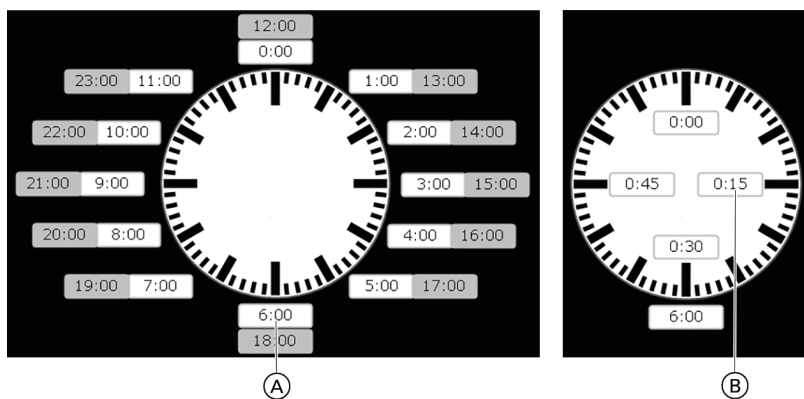

Рис. 6
- (F) Настройка времени:** см. на рис. 6.